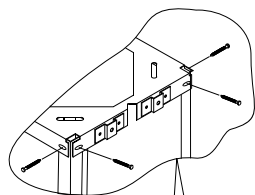
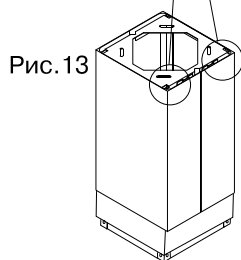

Рис. 13.1
Рис. 13
5. Поднимите собранную конструкцию вверх. Заведите уголки установочного каркаса в соответствующие прорезы потолочной крепежной пластины (см. рис.12, рис.12.1, рис.12.2, рис. 12.3). Прикрепите уголки установочного каркаса к потолочной крепежной пластине (см. рис.13, рис. 13.1). Выполнять перечисленные в этом пункте операции необходимо, как минимум, вдвоем.